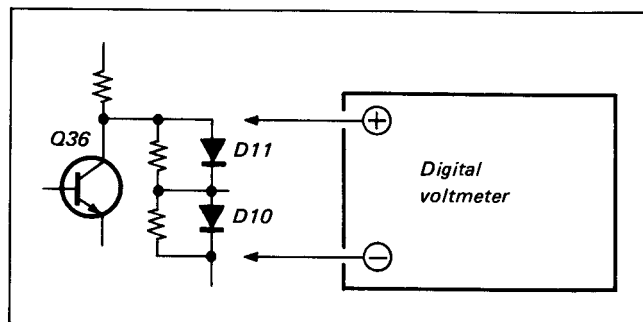

Fig. 5-13.
- Digital voltmeter: See Fig. 5-13.